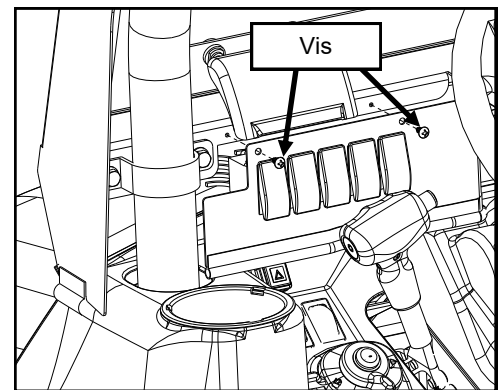

Fig. 8
8. Une fois que tous les fils sont correctement acheminés, attachez le panneau d'interrupteur au cadre du pare-brise à l'aide de (2) vis feuilletées de #10 x 1/2 po comme le montre la figure 8.